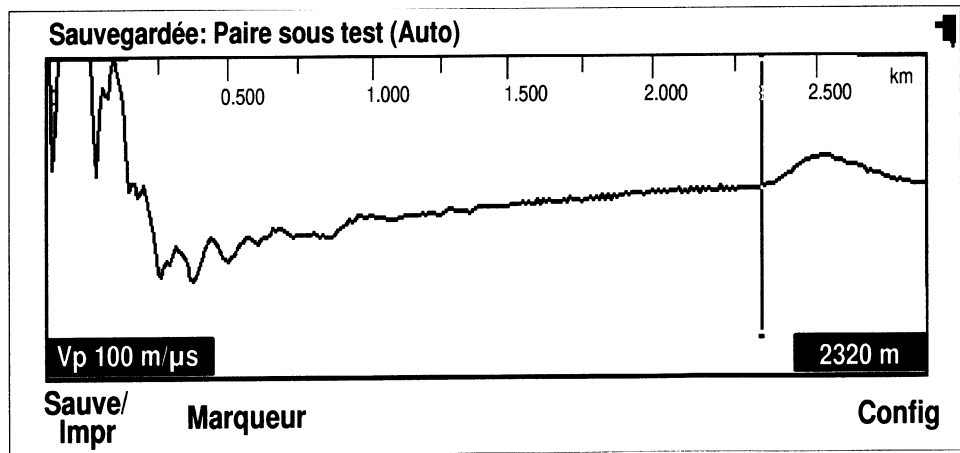

Figure 1-20 : Affichage de la courbe sauvegardée
7. Appuyez sur la touche Sortir. L'écran de mesure apparaît et montre la courbe sauvegardée (figure 1-20).